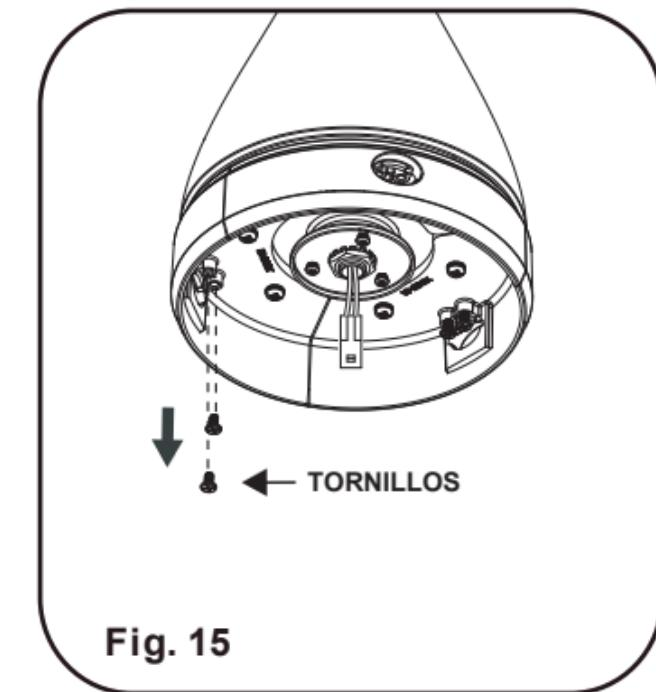

Fig. 15
Paso 1. Retire los 6 tornillos de las aspas del conjunto del motor del ventilador. (Fig. 15)